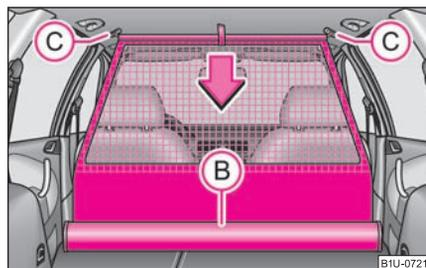

Fig. 83 Dérouler le filet de séparation
- Tirez la tige transversale un peu vers l'arrière d'abord sur un côté puis sur l'autre et enlever la tige transversale des supports (C) ⇒ page 76, fig. 83.
- **Maintenez** la tige transversale de sorte que le filet de séparation s'enroule lentement dans le boîtier (B) sans s'abîmer.